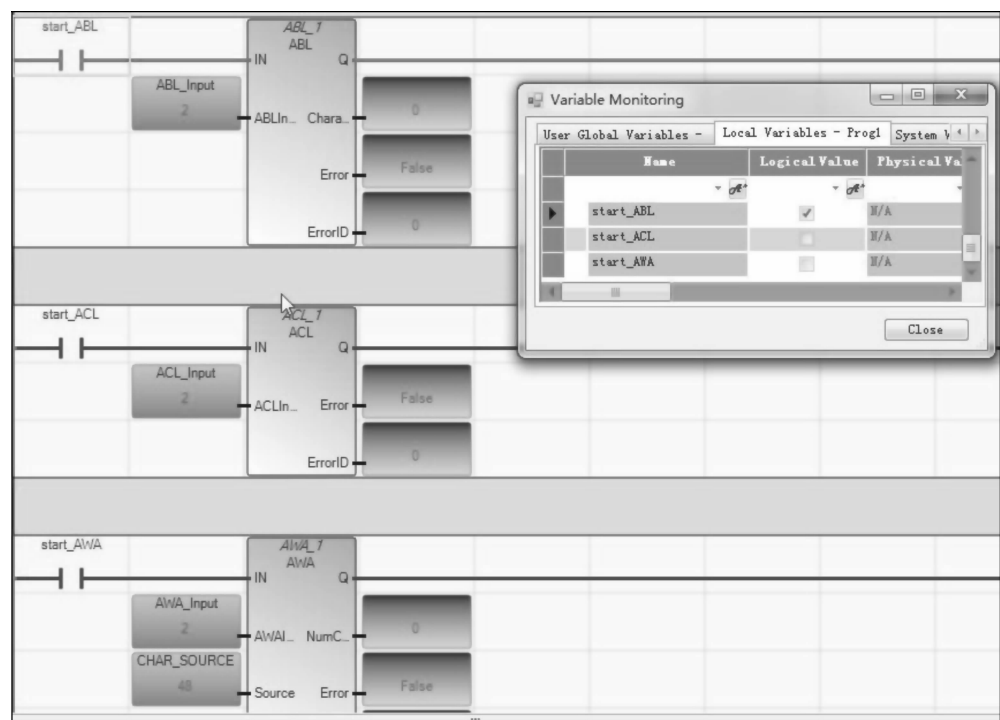

图 9-33 启动 ABL 功能块
7) 将程序编译，下载并进入调试模式，将开关 start_ABL 置 1，激活 ABL 功能块，字符数将显示为 0，如图 9-33 所示。